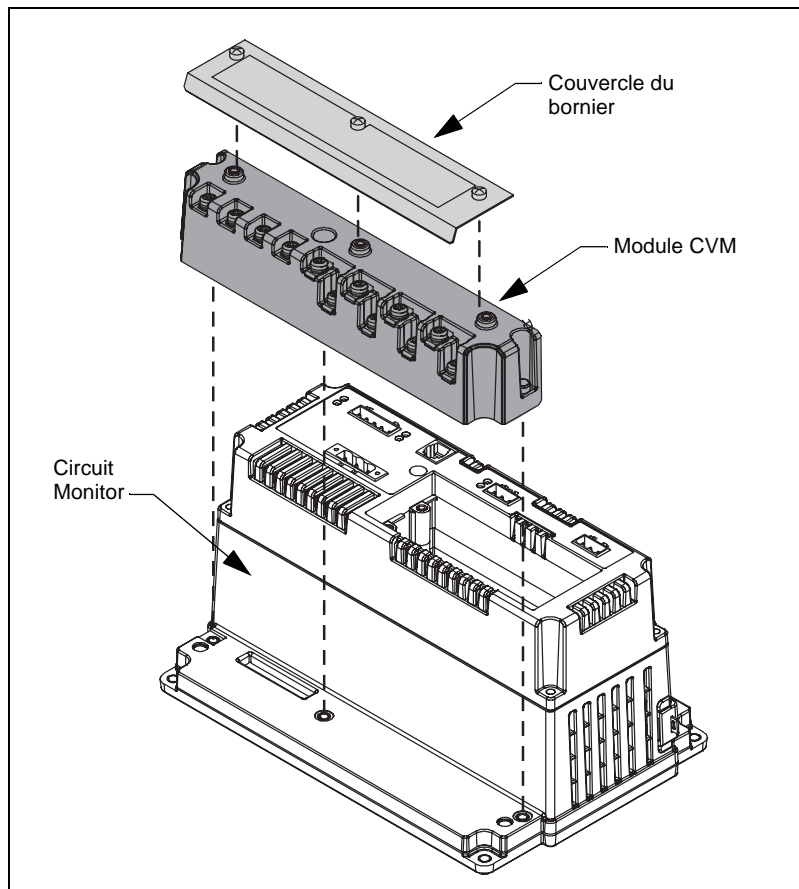

Figure 1: Dépose et installation du module
- a. Débranchez la tension mesurée en retirant les fusibles du transformateur de tension (TT) ou du sectionneur de tension.
- b. Court-circuitez les secondaires du transformateur de courant (TC) pour débrancher le courant mesuré.
6. Tirez sur le module verticalement jusqu'à ce qu'il se désolidarise du Circuit Monitor comme illustré à la Figure 1.